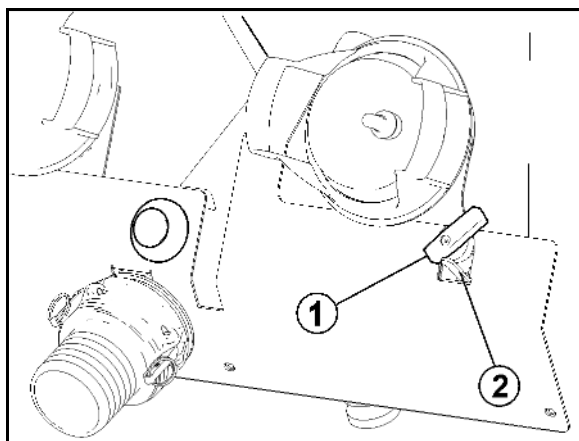

Fig. 44
- Røreydelsen kan indstilles trinløst på skiftehanen (Fig. 44/1).
Sikring til trykfilterets tømmefunktion (Fig. 44/2).